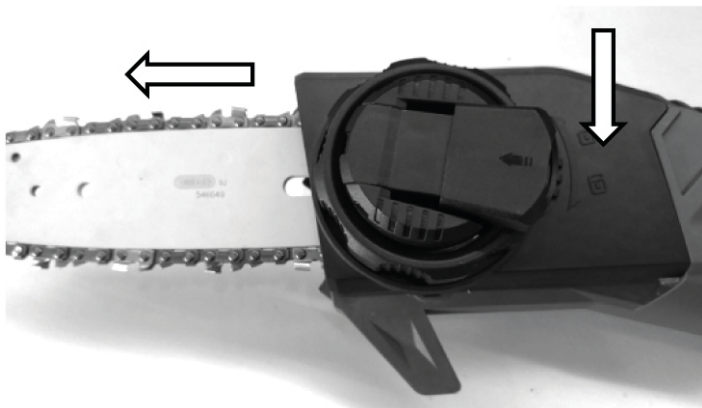

Рисунок 9. Схема встановлення напрямної «шини».
- обережно, в рукавичках, потягнути пиляльний ланцюг зусиллям руки. Якщо між пиляльним ланцюгом і напрямною шиною залишається відстань 5-7 мм, як показано на малюнку нижче (рис. 9), то натяг є правильним. Нормально натягнутий ланцюг має від зусилля руки рухатися за напрямною шиною та не виходити за її межі понад 5–7 мм. Якщо зазор більше або менше цього показника, необхідно відрегулювати натягнення ланцюга.